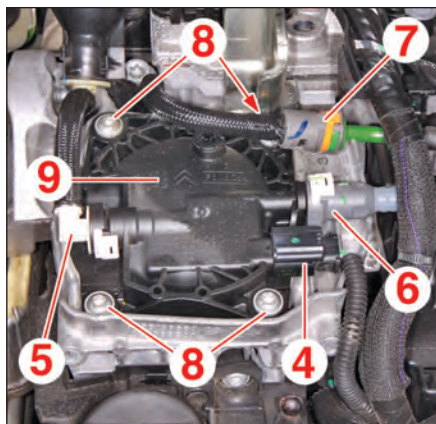

FIG.4
- le connecteur (4) (Fig.4),
- les canalisations de carburant (5), (6) et (7).
- les vis (8),
- le couvercle (9).